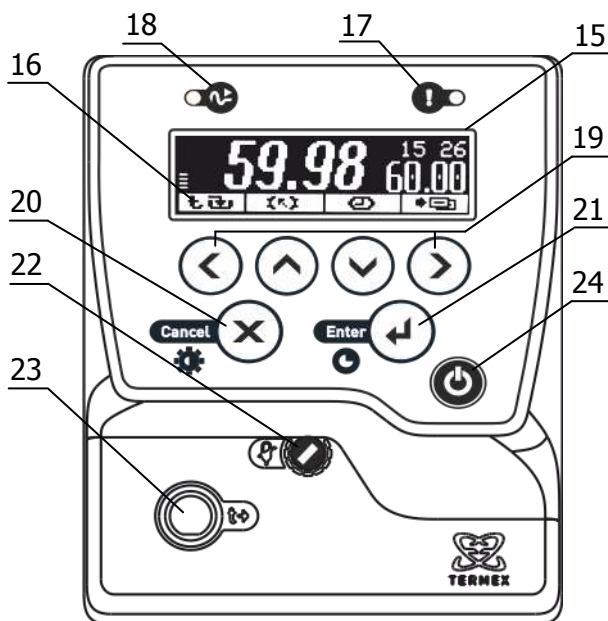

Рисунок 2 – Лицевая панель
Система безопасности блоков регулирования отключает двигатель насоса и нагреватель при срабатывании хотя бы одной из защит или неисправности датчика температуры (1.2.13). При срабатывании системы безопасности раздается звуковой сигнал, загорается индикатор 17 (рисунок 2) и на дисплей 15 выводится информация о причине неисправности.
2.3.1 После подключения сетевого кабеля к электрической сети блок регулирования переходит в режим ожидания. Подключение сопровождается кратковременной подсветкой дисплея 15 (рисунок 2).
2.3.6 Для регулировки яркости подсветки или контраста дисплея нажать кнопку 20 (X), выбрать изменяемый параметр кнопками (▲) и (▼) и установить его значение кнопками (◀) и (▶). Зафиксировать изменение нажатием кнопки 21 (↵) (рисунок 2).
2.5.6 Для выбора уставки в качестве текущей кнопками (▲) и (▼) подвести к ней указатель. Значение отмеченной указателем уставки дублируется крупными цифрами в правой части дисплея. Для подтверждения выбора отмеченной уставки нажать кнопку 21 (↵). Для отмены выбора нажать кнопку 20 (X) (рисунок 2).
2.5.7 Для изменения численного значения отмеченной указателем уставки нажать кнопку (►). На рамке, обрамляющей значение уставки в правой части дисплея, появятся “засечки” указывающие на изменяемую позицию в численном значении. Цифра в отмеченной позиции мигает. Нажатиями кнопок (▲) и (▼) установить требуемую цифру в отмеченной позиции. Если удерживать кнопку нажатой, значение уставки будет изменяться непрерывно. Нажатиями кнопок (◀) и (►) переместить отметку изменяемой позиции. Дискретность изменения значения уставки зависит от положения изменяемой позиции: если отмечена позиция десятков, то при единичном нажатии кнопки (▲) или (▼) значение уставки изменится на 10 °С. Если отмечена позиция десятых долей, то значение уставки изменится на 0.1 °С соответственно. Закончить ввод нового значения уставки нажатием кнопки 21 (↵). Для возврата к значению уставки до ее изменения нажать кнопку 20 (✕) (рисунок 2).
2.6.3 При срабатывании защиты раздается звуковой сигнал и загорается красный индикатор срабатывания системы безопасности 17 (рисунок 2). Работа насоса и нагревателя будет заблокирована. На дисплее отобразится текущее состояние системы защит.
2.6.5 После устранения причины срабатывания защиты или ее отключения кнопкой (►) индикатор 17 (рисунок 2) погаснет. Перевести блок регулирования в рабочий режим нажатием кнопки 21 (◄).